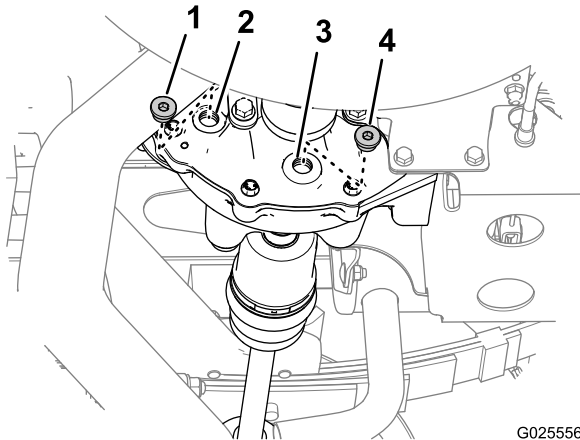

Bild 75
1. Stellen Sie eine Auffangwanne unter die Ablassschraube (Bild 75).
2. Entfernen Sie die Füllschraube vom Füllanschluss und die Ablassschraube vom Ablassanschluss des Differenzials (Bild 75).
4. Setzen Sie die Ablassschraube in den Ablassanschluss (Bild 75) ein und ziehen sie bis auf 14–19 N·m an.
5. Füllen Sie 550 ml der angegebenen Ölsorte in den Füllanschluss des Differenzials (Bild 75).
6. Setzen Sie die Füllschraube in den Füllanschluss (Bild 75) ein und ziehen Sie sie bis auf 14 - 19 Nm an.